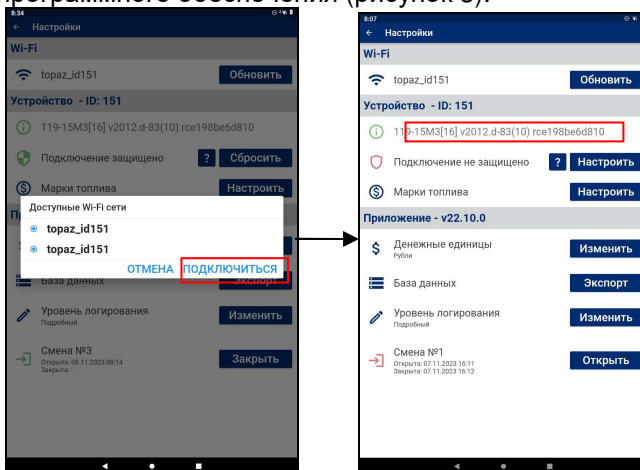

Рисунок 3
3.4 Из списка доступных сетей выбрать "topaz_idXXXX", где XXXX - ID-номер БС к которому нужно подключиться, и нажать "Подключиться". При подключении к БС на экране появятся данные об устройстве: его наименование и версия программного обеспечения (рисунок 3).